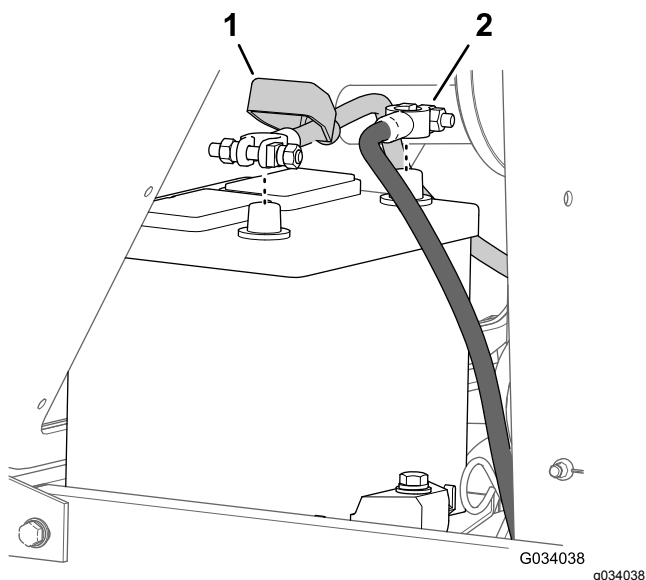

Рисунок 54
2. Отсоедините отрицательный (-) кабель от штыря аккумулятора (Рисунок 54).
3. Снимите изоляционный колпачок с зажима кабеля аккумулятора (Рисунок 54).
4. Отсоедините положительный (+) кабель от штыря аккумулятора (Рисунок 54).
7. Подсоедините кабели: положительный (+) кабель к положительному штырю аккумулятора (Рисунок 54).
8. Подсоедините отрицательный (-) кабель к отрицательному штырю аккумулятора (Рисунок 54).